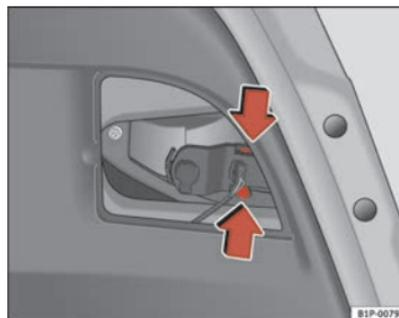

Fig. 174 Desmontaje del portalámparas
- Saque el portalámparas presionando las patillas de sujeción y extráigalo hacia afuera ⇒ fig. 174.